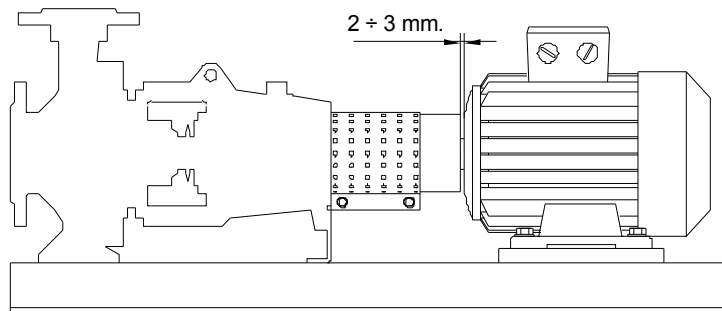

Fig. 23
- 11 - Montar a cobre-junta, com o eventual prolongamento no seu interior, no engate previsto na bomba, bloqueando os dois parafusos de fixação e certificando-se de posicionar o prolongamento a uma distância de segurança do motor de cerca de 2÷3 mm (consultar a fig. 23).